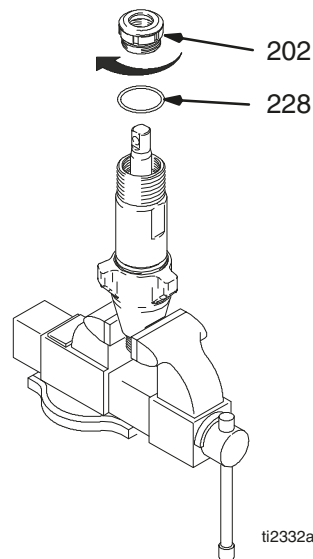

Fig. 20
Fig. 20. Draai de dichting en de pakkingmoer (202) vast op het halsafstandsstuk (228) tot 140 ±10 in-lb (100 ± 10 in-lb voor model 244197, 244224, 244201, 245904).